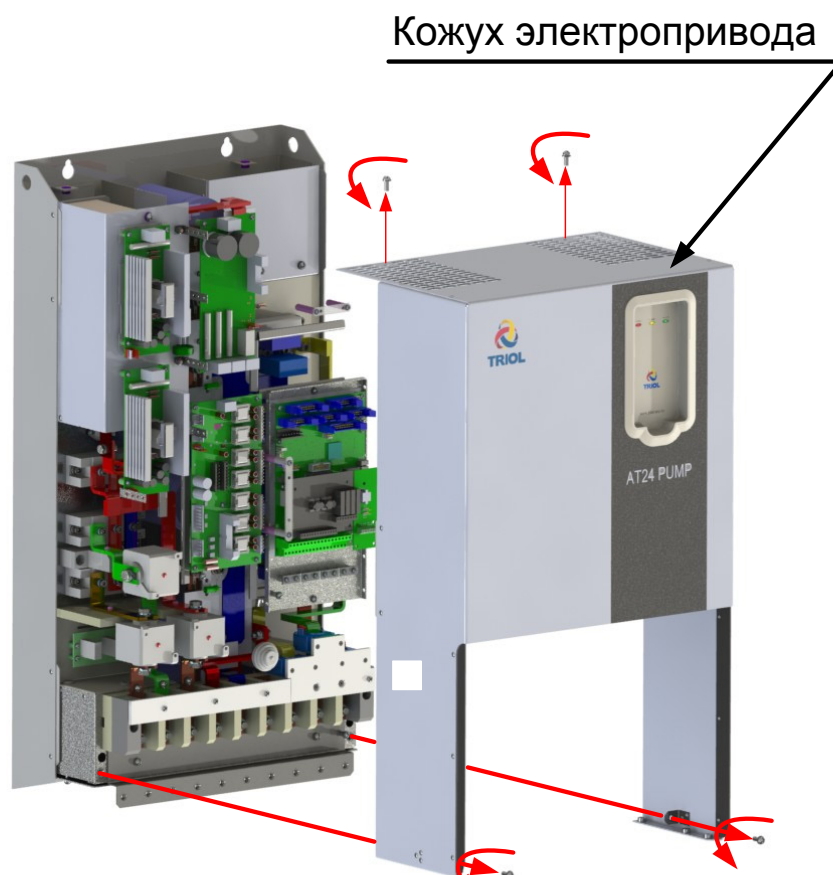

Рисунок 14.1 — Снятие верхней крышки электроприводов моделей AT24-75K. . M11-380-E*****
4. Осторожно снимите кожух электропривода (см. рис. 14.1).